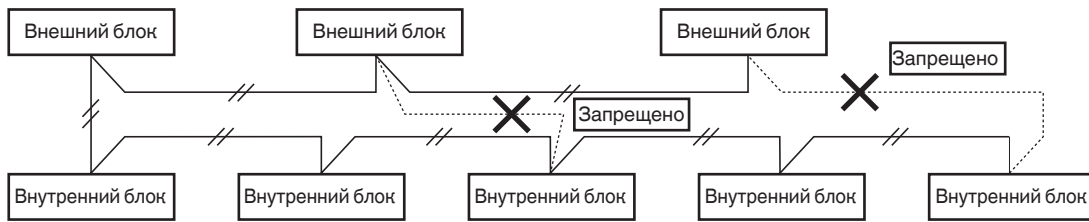

Рис. 4-3
- Не устанавливайте межблочную проводку управления таким образом, чтобы она образовывала петлю. (Рис. 4-3)